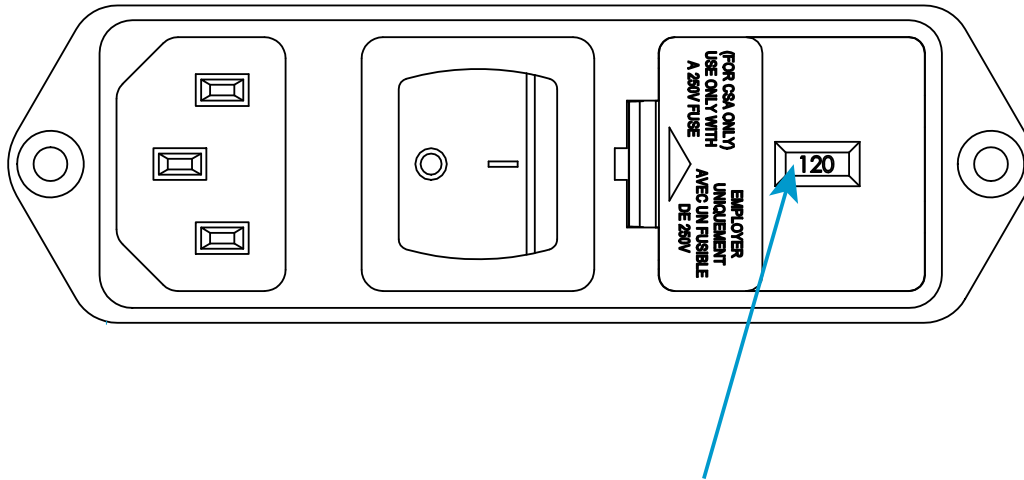

Figure 4. Connecteur d'alimentation électrique avec réglage de tension
2. Inspectez le connecteur d'alimentation et consultez Figure 4 à la page 41. La tension indiquée dans la Figure 4 est de 120 V.
7. Remontez le porte-fusible dans le connecteur. Vérifiez que la goupille indique le réglage de tension souhaité. Voir Figure 4 à la page 41 pour référence.